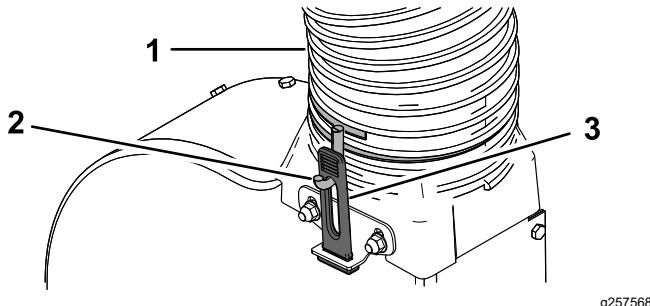

Figure 20
- Installez le tube flexible par-dessus la partie intermédiaire du ventilateur de sorte qu'il forme un coude d'environ 90 degrés par rapport au capot. Réglez l'orientation des crochets du collier du tube flexible de manière qu'ils soient alignés sur les loquets en caoutchouc, et fixez le flexible en tirant sur les loquets en caoutchouc et en les engageant sur les crochets (Figure 20).
- Serrez le collier à l'autre extrémité du nouveau tube flexible de 2 à 3 tours (Figure 20).